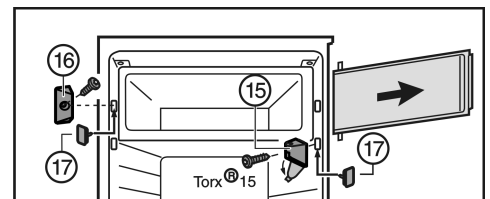

Fig. 6
- Откиньте крышку на опорном кронштейне Fig. 6 (15).
- Открутите опорный кронштейн Fig. 6 (15) с дверцей камеры.
- Открутите запирающий элемент Fig. 6 (16).
- Закройте образовавшиеся отверстия прилагающимися пробками Fig. 6 (17).